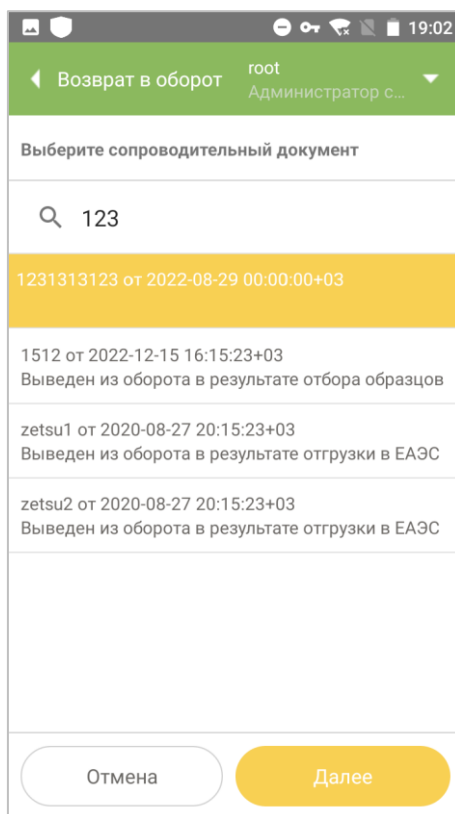

Рисунок 12.6
2. Выбрать сопроводительный документ из списка. При необходимости воспользоваться функцией поиска: ввести номер или его часть в поле поиска, выбрать из найденных совпадений (Рисунок 12.6). Нажать «Далее».